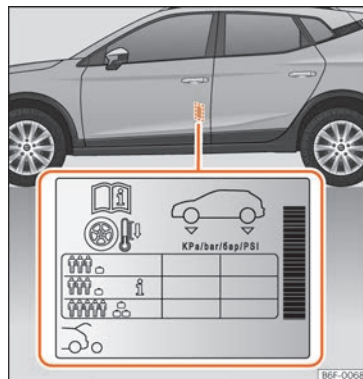

Fig. 201 Ubicación del adhesivo de la presión de inflado de los neumáticos.
- Adapte la presión de los neumáticos a la carga que lleva el vehículo » » fig. 201.
Los valores de la presión de inflado se indican en la etiqueta adhesiva situada en la zona posterior del marco de la puerta delantera izquierda » » fig. 201.
En función del vehículo, se puede adaptar la presión de inflado de los neumáticos a media carga para aumentar el confort de marcha (presión de inflado **i** » » fig. 201). Cuando se circula con la presión de inflado de confort, puede incrementarse ligeramente el consumo de combustible.
hículo va a ir cargado al máximo, debe aumentar la presión de inflado al valor máximo de carga indicado en la etiqueta adhesiva » » fig. 201.
En el caso de una rueda de emergencia mini-mizada [125/70 R16 o 125/70 R18], inflar a 4,2 bar de presión según se indica en la etiqueta de presión de los neumáticos » » fig. 201.
- El conductor es responsable de que todos los neumáticos del vehículo estén inflados a la presión correcta. La presión de inflado recomendada viene indicada en un adhesivo » » fig. 201.
- Con los neumáticos en frío, deberá mantenerse siempre la presión indicada en el adhesivo » » fig. 201.